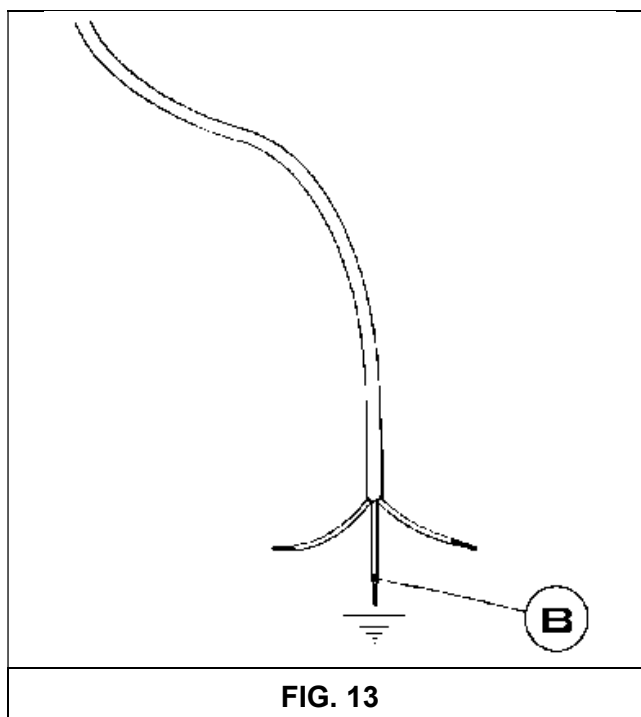

FIG. 13
En cas de remplacement du câble d'alimentation, l'installateur devra disposer du conducteur de mise à la terre (B) plus large que les conducteurs de phase (voir la fig. 13) et il devra observer les avertissements indiqués dans le paragraphe 8.